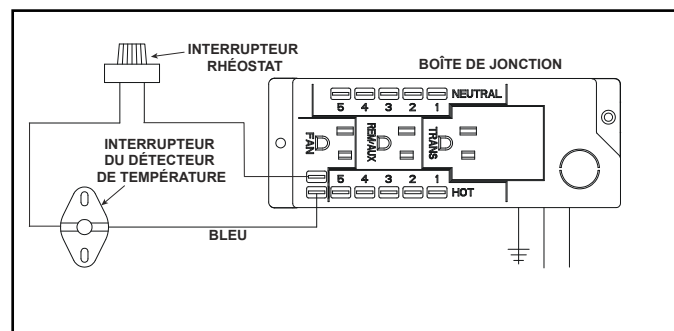

Figure 8.5 Détail du schéma de câblage avec rhéostat
- Connectez les fils de l'interrupteur du détecteur de température et du rhéostat à la boîte de jonction, comme montré à la figure 8.5.